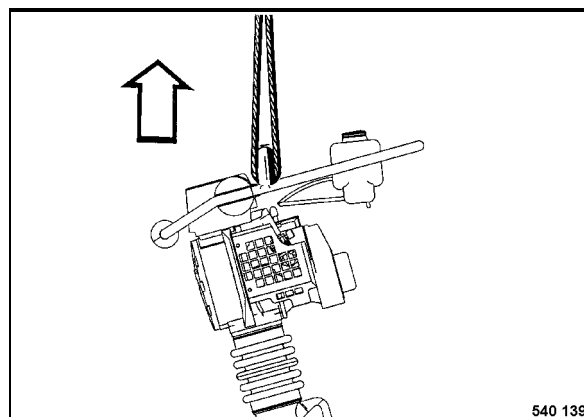

Fig. 25
- Para cargar la apisonadora hay que enganchar el dispositivo de elevación en el perfil transversal del estribo de guía (Fig. 25).